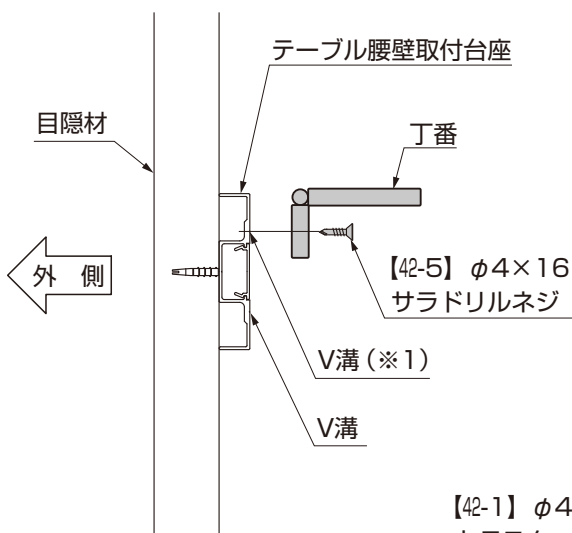

図2-4
- 丁番は、テーブル腰壁取付台座の上のV溝(※1)に確実に取付けてください。(図2-4参照)